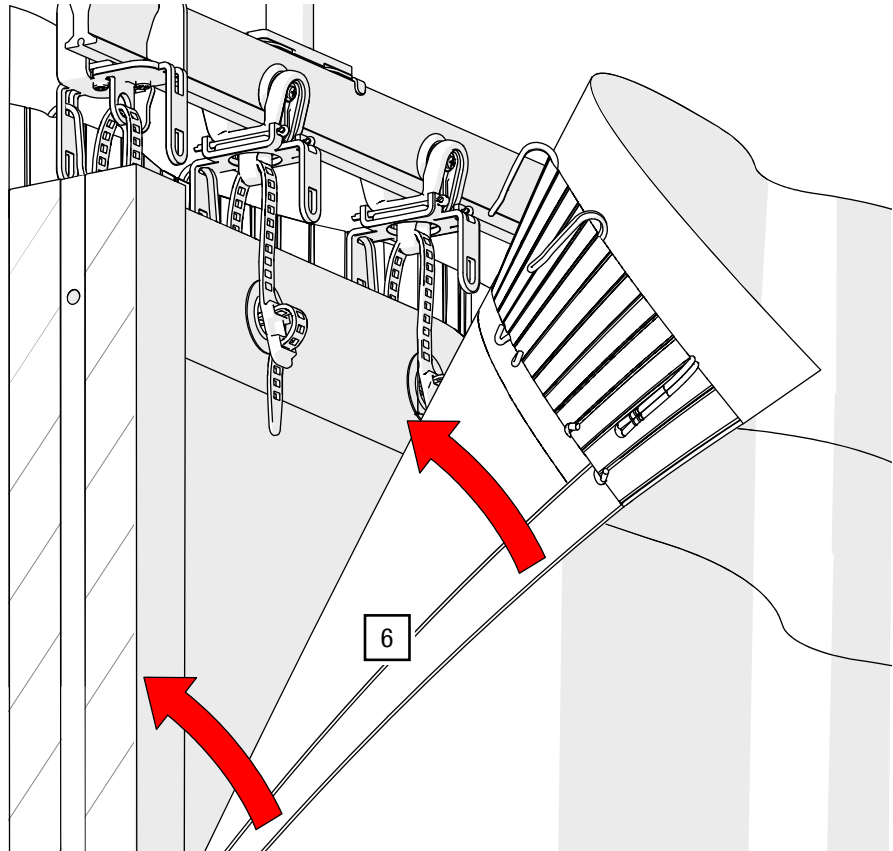

Abb. 87: Vorhang – mit Wandabschlussprofil und Endanschlag variabel montieren
6. Montieren Sie die Außenlagen mit Haken- und Flauschband am Wandanschlussprofil und hängen Sie die Stoffhaken ein (siehe Abb. 87).